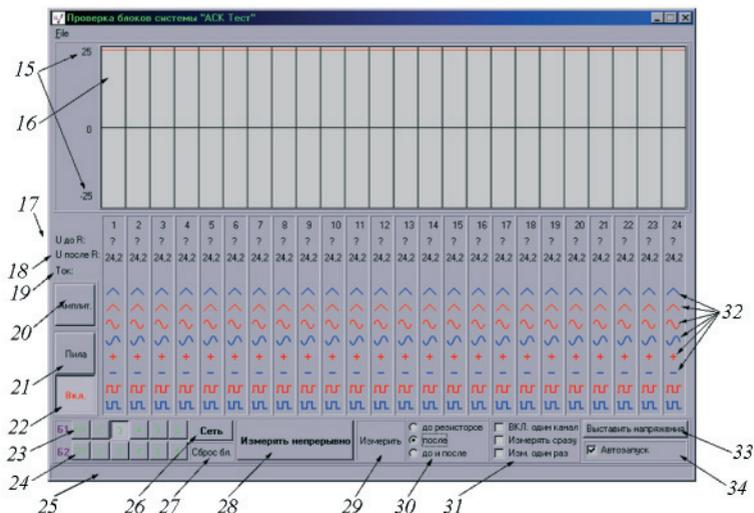

Рис. 13
При запуске программы на экране появляется главная форма приложения (рис. 13).
Предназначена для регулирования амплитуды каждой из восьми возможных форм напряжений и становится активной при нажатии кнопки № 20 (рис. 13). Внешний вид представлен на рис. 14.
10. Убедиться в успешной загрузке программного обеспечения (дождаться появления на экране компьютера изображения рис. 13).